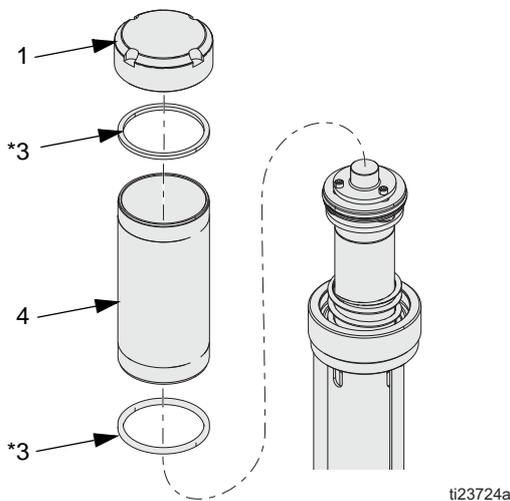

FIG. 10
1. Retire el capuchón (1), el cilindro (4) y las juntas cuadradas (3\*). Inspeccione todas las piezas incluido el muelle situado bajo el capuchón (no mostrado en FIG. 10) en busca de daños y sustituya todo lo necesario. Consulte FIG. 10. Desenrosque a mano o con llave de cadena para no distorsionar la forma del cilindro.